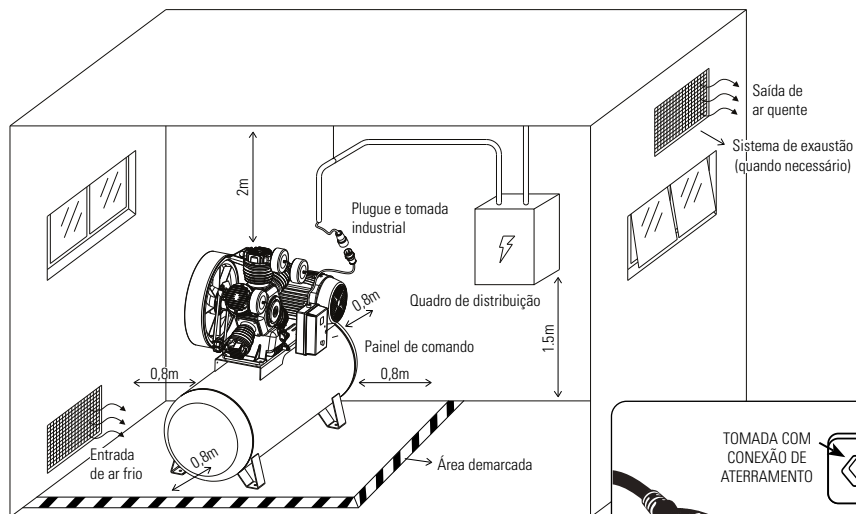

FIGURA 6.10 DETALHE DA ALIMENTAÇÃO ELÉTRICA E INSTALAÇÃO DO COMPRESSOR A PARTIR DO QUADRO DE DISTRIBUIÇÃO (QD)
- A temperatura ambiente máxima recomendada para trabalho é de 40°C e mínima 5°C. Instale um sistema de exaustão se necessário (Figura 6.10).
Demarque uma área em volta do compressor para alertar e prevenir colisões com o equipamento (Figura 6.10).